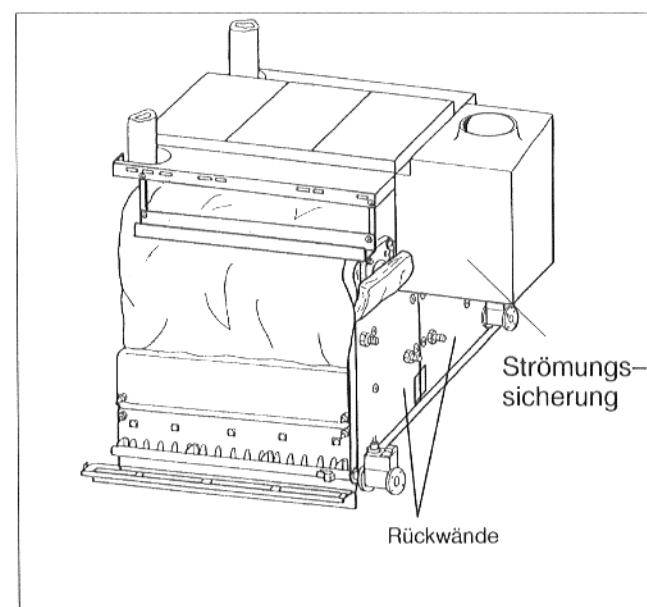

Abb.34
- Die zwei Rückwände mit Blechschrauben (4 pro Rückwand) anschrauben (Abb.34).